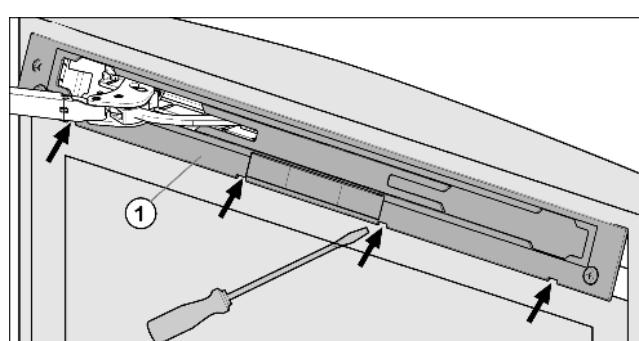

Fig. 4
- Выберите накладку Fig. 4 (1) из зацепления и снимите её с помощью шлицевой отвертки.